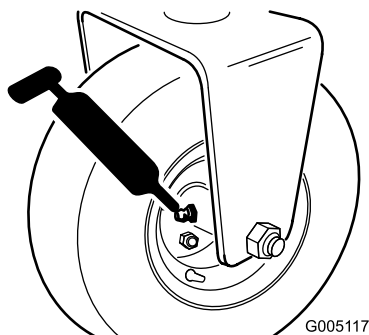

Bild 24
- Hinterradlager (1) (Bild 24)